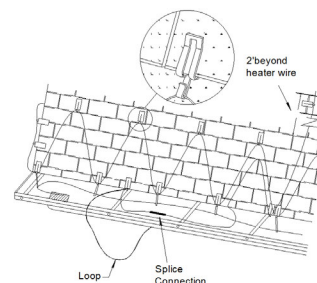

Fig.4
5. Le câble de déglacage de toitures et gouttières est alimenté lorsque le voyant bleu « HEATING » est illuminé. Fig.4.